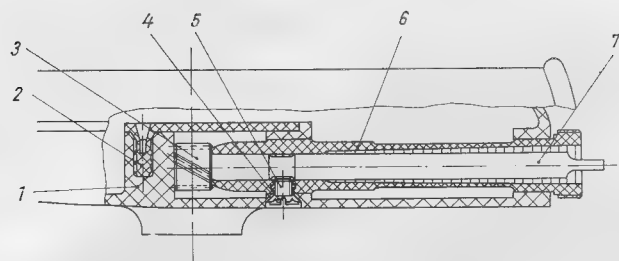

Bild 38. Tachometerantrieb (Schnittzeichnung)
Der Tachometerantrieb ist auf Bild 38 im Schnitt dargestellt. Das dazugehörige Schraubenrad ist mit einem Hakensprengung auf dem Dämpfungskörper mit Zahnkranz befestigt. Das Ritzel für den Tachometerantrieb wird ausgewechselt, indem die Senkschraube (5) aus der Kettenabdeckung herausgeschraubt und die